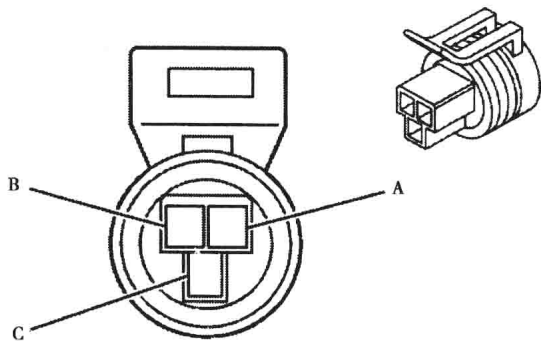

图 1-1-18 空调制冷剂压力传感器（MR140）连接器端子图
10. 空调制冷剂压力传感器连接器（MR140）端子图（图 1-1-18）及端子功能表（表 1-1-10）